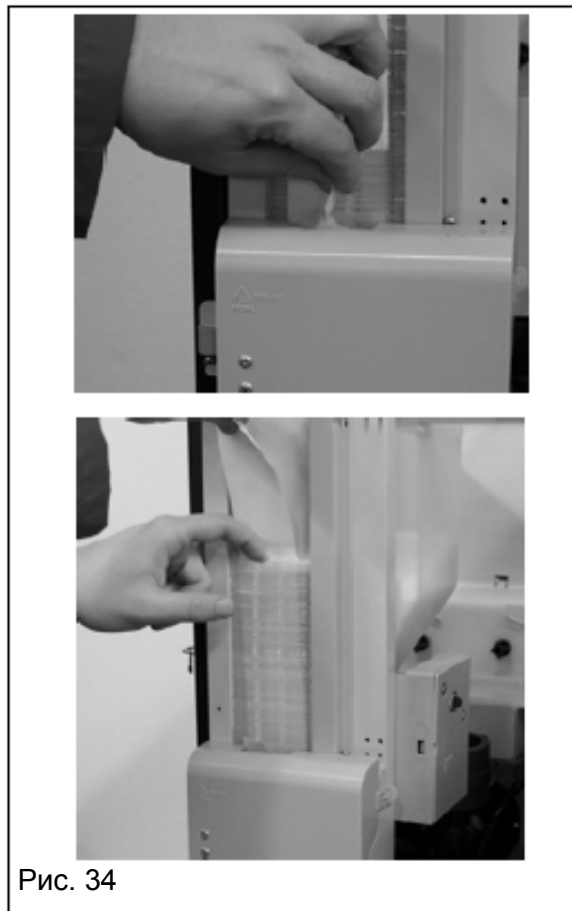

Рис. 34
- Вставьте ложечки, связанные ленточкой, в загрузочную колонку; вставив их до конца, разрежьте ленточку (рис. 34)